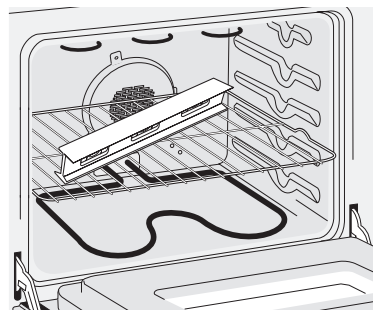
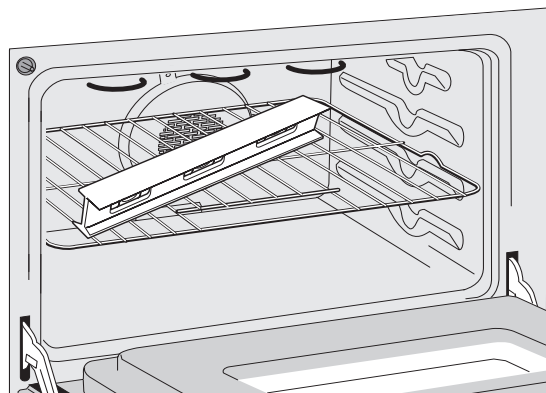

Figure 10
Figure 17
- Vérifiez si l'appareil est à niveau en installant une grille au centre du four et en plaçant un niveau à bulle sur cette dernière (Figure 10).
- Déposez un niveau à bulle sur la grille (figure 10). Prenez 2 lectures en plaçant le niveau en diagonale dans une direction, puis dans l'autre direction. Si nécessaire, ajustez les vis de nivellement ou le dispositif de nivellement (figure 17).